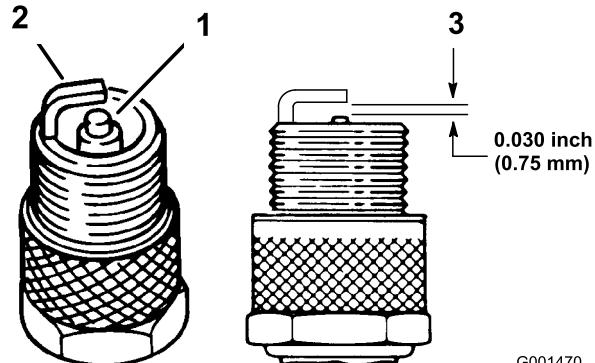

Figure 27
1. Examinez le centre des bougies (Figure 27). Si l'isolateur est recouvert d'un léger dépôt gris ou brun, le moteur fonctionne correctement. S'il est recouvert d'un dépôt noir, cela signifie généralement que le filtre à air est encrassé.
2. Contrôlez l'écartement entre l'électrode centrale et l'électrode latérale (Figure 27). Courbez l'électrode latérale si l'écartement est incorrect.